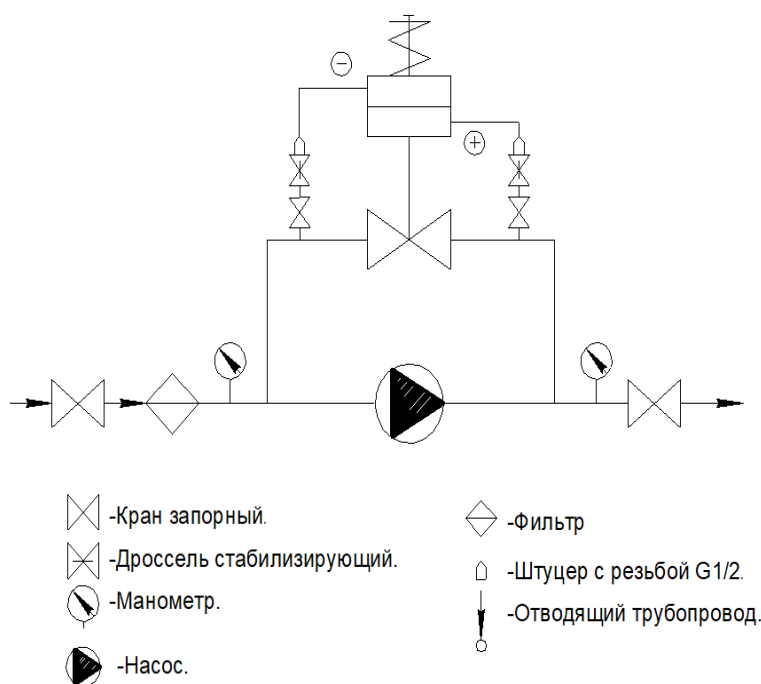

Рис. 4
–установить штуцеры из комплекта регулятора на трубопровод согласно схеме подключения регулятора (рис.4) в месте, удобном для подсоединения импульсных линий. Штуцер вкручивается в запорный кран (внутренняя резьба G 1/2) на отводе трубопровода;